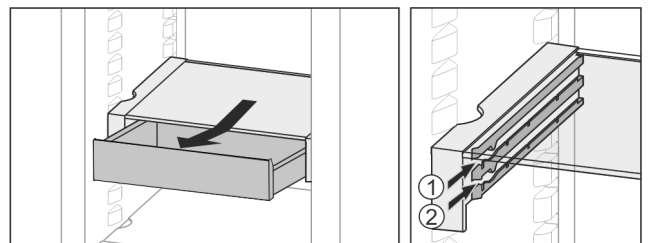

Fig. 26
- ▶ In beliebiger Höhe Fig. 26 (1) oder Fig. 26 (2) einschieben.